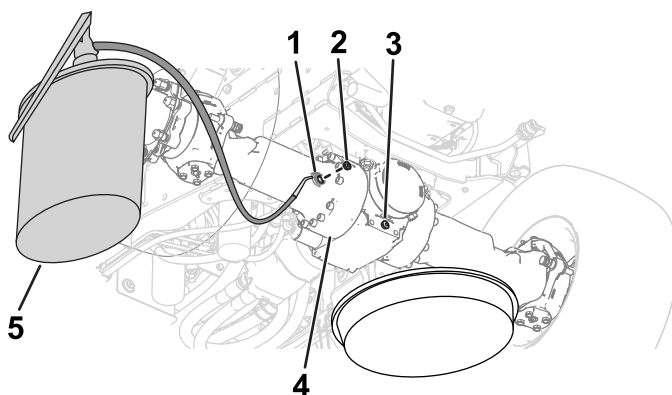
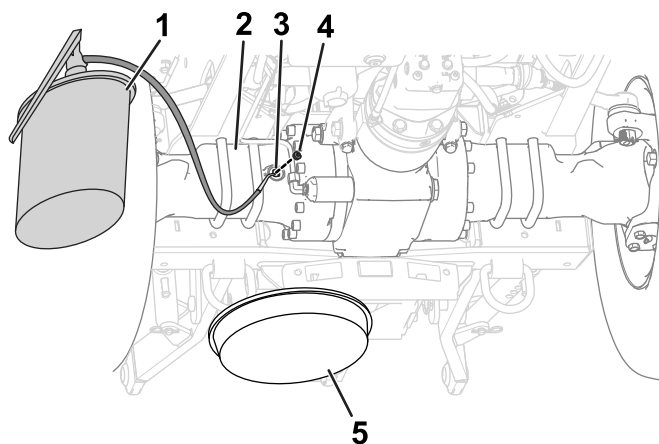

Figura 99
Figura 100
5. Instale los tapones de vaciado en los orificios de vaciado de los alojamientos de los diferenciales (Figura 99 y Figura 100).
6. Llene los ejes con el aceite especificado a través de la mirilla hasta que el aceite llegue a las roscas de la parte inferior del orificio (Figura 99 y Figura 100).
8. Instale los tapones de llenado en las mirillas de los alojamientos de los diferenciales de los ejes (Figura 99 y Figura 100).